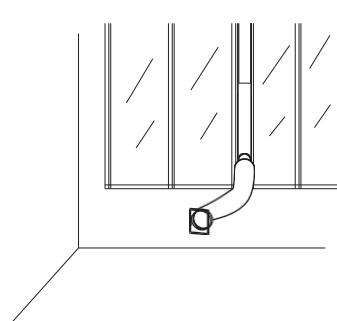

Fig. 8
9. Installera frånluftskanalen, fönstersatsen och tillbehören på fönstret enligt fig. 8.